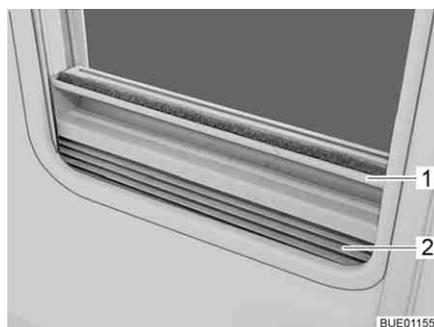

Fig. 69 Tendina oscurante pieghevole
- Afferrare la tendina oscurante pieghevole (Fig. 69,2) per la parte centrale della barra di presa (Fig. 69,1), tirarla dal basso verso all'alto e rilasciarla nella posizione desiderata. La tendina oscurante pieghevole rimane in questa posizione.